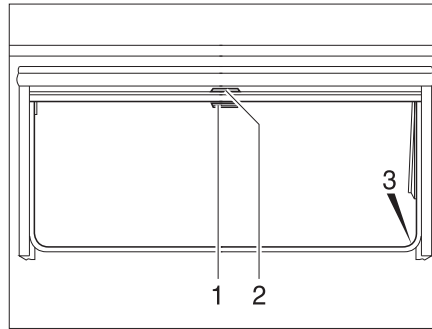

Fig. 75 Ventana abatible
- Tirar del asidero (Fig. 75,2) de la persiana oscurecedora enrollable hacia abajo. Cuando la persiana oscurecedora enrollable se cierre por completo, encajarla en el bloqueo (Fig. 75,3) a ambos lados del marco de la ventana.
- Cuando la persiana oscurecedora enrollable está completamente cerrada: Presionar el tirador (Fig. 75,2) hacia abajo y tirarlo ligeramente hacia dentro. Desenganchar la persiana oscurecedora enrollable de los bloqueos a izquierda y derecha del marco de la ventana.
- Cuando la persiana oscurecedora enrollable se encuentre en una posición intermedia: Tirar ligeramente del asidero (Fig. 75,2) hacia abajo, hasta que se hay soltado el bloqueo.
- Tirar hacia abajo de la mosquitera enrollable (Fig. 75,1) y engancharla en el bloqueo (Fig. 75,3) a ambos lados del marco de la ventana.
- Presionar el tirador (Fig. 75,1) hacia abajo y tirarlo ligeramente hacia dentro. Desenganchar la mosquitera enrollable de los bloqueos a izquierda y derecha del marco de la ventana.